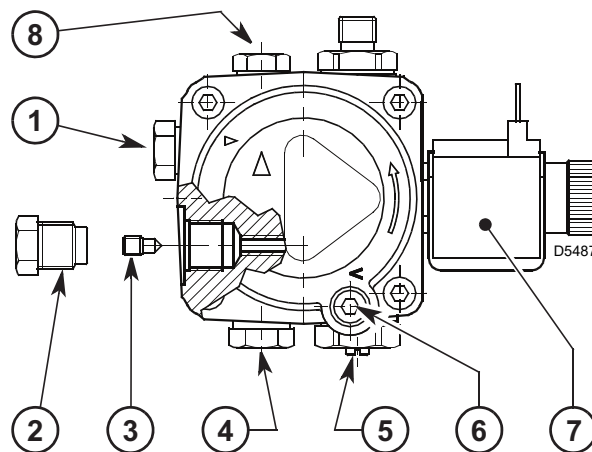
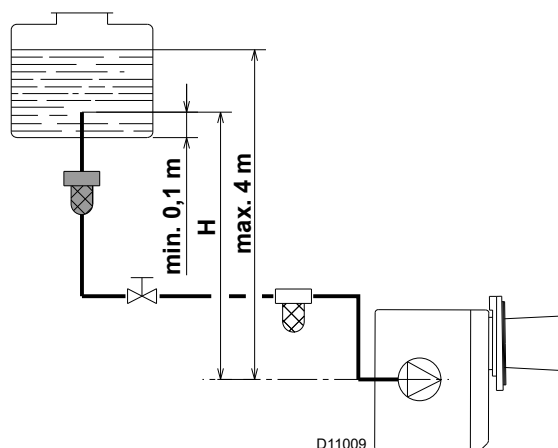
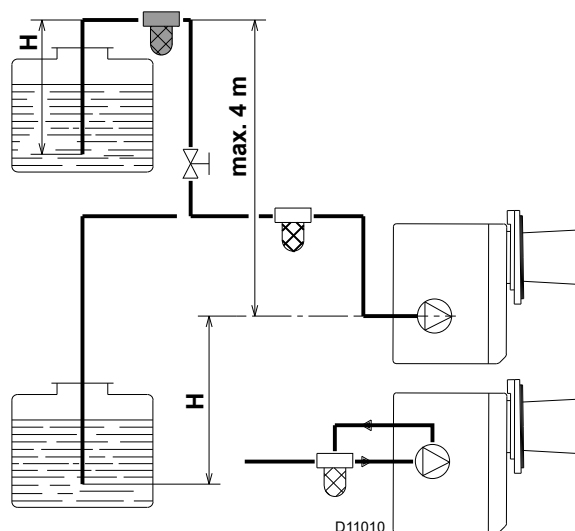

Fig. 10
Fig. 11
Fig. 12
För enkelrörsdrift är det nödvändigt att skruva loss returlocket 2) Fig. 11, ta bort by-pass-skraven 3) och skruva på locket igen 2).
- Pumpen är fabrikskalibrerad på 12 bar. Omkalibrera trycket vid behov genom att skruva på skruven 5) Fig. 10.
De trycksatta enkelrörssystemen (Fig. 11) har ett positivt bränsletryck vid brännarens inlopp.
Vakuumenkelrörssystemen (Fig. 12) har ett negativt bränsletryck (undertryck) vid brännarens inlopp.
Tillverkaren rekommenderar användning av ett bränslefilter av god kvalitet på tanken (Fig. 11- Fig. 12) och ett sekundärfilter (60 μ för diesel och 15 μ för fotogen) för att skydda pumpen och brännarens munstycke från kontaminering.
På systemet på Fig. 11 räcker det att skruva loss vakuummätarens lock 4) (Fig. 10) och vänta tills bränslet kommer ut.
På systemet på Fig. 12 startar man brännaren och väntar på bränslet. Om ett stopp inträffar före bränslets ankomst, vänta minst 20 sekunder innan du upprepar åtgärden.